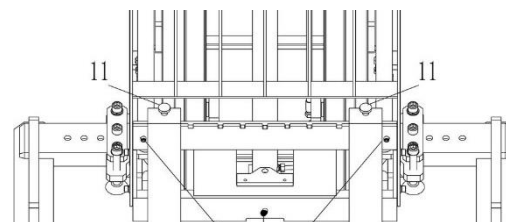

Рис.15: Замена вилок
- Затяните установочный болт (23) после регулировки опорных вилок.
- При регулировке опорных вилок, пожалуйста, обратите внимание, что количество установочных пазов (21), выставляемых на каждой стороне ног штабелера, должно быть одинаковым. (Как показано на рис. 15, если одна сторона имеет 3 установочных паза (21), с другой стороны также должно быть 3).
- Вращайте по часовой стрелке опору (20) до тех пор, пока штабелер не поддомкратится.
- Открутите установочный болт (23)
- Отрегулируйте ногу (22) так, чтобы установочный болт (23) попал в установочный паз (21)
При регулировке опорных вилок, пожалуйста, обратите внимание, что количество установочных пазов (21), выставяемых на каждой стороне ног штабелера, должно быть одинаковым. (Как показано на рис. 15, если одна сторона имеет 3 установочных паза (21), с другой стороны также должно быть 3).
- Надежно закрутите установочный болт (23)